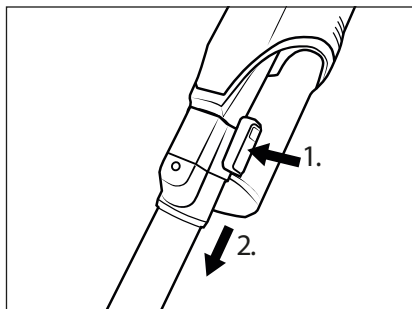

Fig. 11
- ◆ Per rimuovere il tubo di aspirazione **23** dall'apparecchio, tenere premuto il tasto di sblocco del tubo di aspirazione **24** e sfilare il tubo di aspirazione **23** dall'apertura di aspirazione dell'apparecchio (vedere fig. 11).